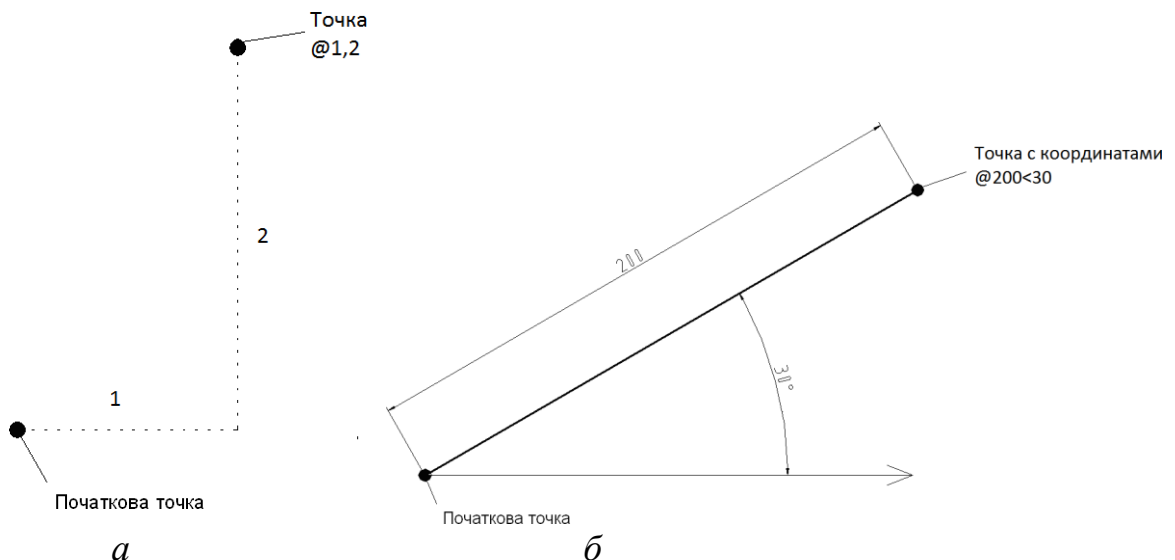

Рис. 5.7. Введення відносних координат: а – декартових, б – полярних
**Абсолютні координати** точки вказують її положення щодо початку координат. Але сама система пам'ятає координати останньої введеної точки, тому координати наступної точки можна задавати щодо попередньої, а не відносно початку координат. Задані таким чином координати називаються **відносними**. Ознакою введення відносних координат служить символ @, записаний перед значенням координат –  $@X, Y$  (для декартових) або  $@R < U$  (для полярних). Введення відносних координат показано на рис. 5.7.